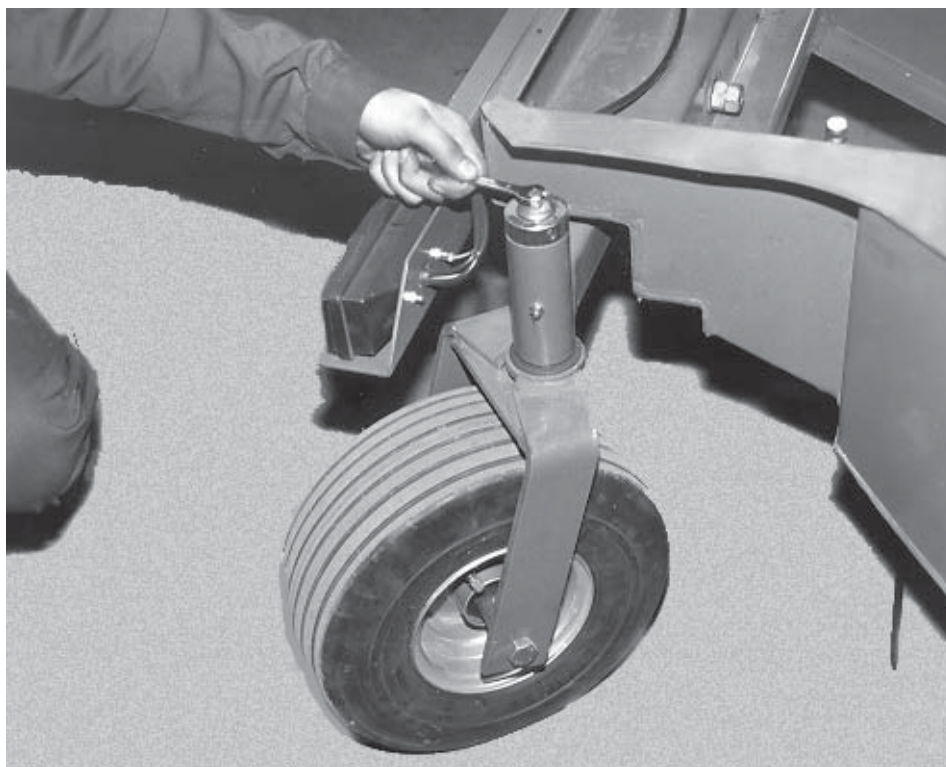

fig. 46
- Serrez la vis de rattrapage d'usure en conséquences (fig. 46)